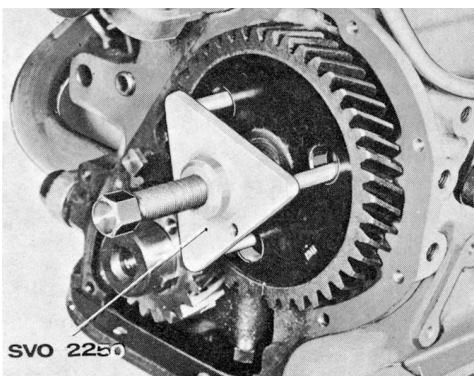

Bild C12 Demontering av kamaxelhjul (4-cyl. motor)
3. Demontera kamaxelmuttern och drag av hjulet med avdragare SVO 2250, se bild C12.